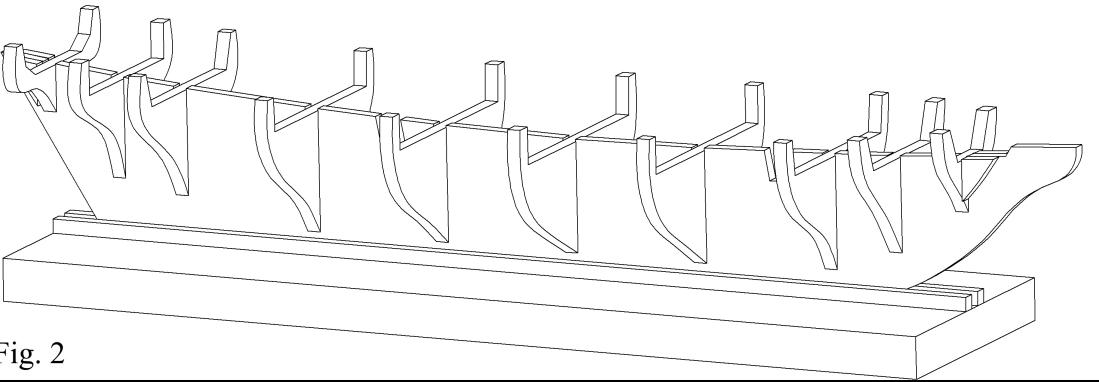
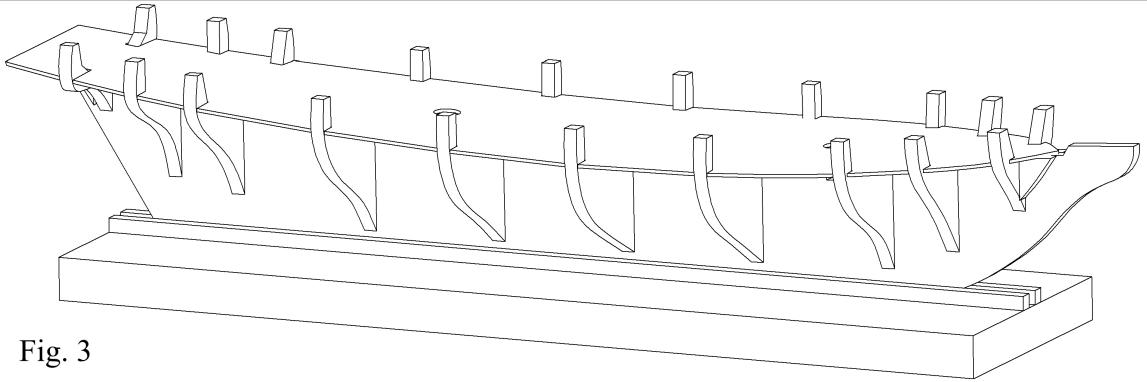

Fig. 2
Fig. 3
2) Montare SENZA INCOLLARE le ordinate 1 ...10 nei rispettivi incastri sulla chiglia 14 (fig. 2). Durante il montaggio a secco, assicurarsi che nessuna delle parti vada a forzare negli incastri: è pre-feribile che ci sia un leggero gioco. Porre, quindi, negli incastri la coperta #16. Contrallare l'allineamento della struttura osservandola di fianco. La coperta deve formare una linea curva senza ondulazioni mentre, vista di fronte, presenta una leggera curvatura convessa senza svergolature. Quando si è sicuri che, osservando la struttura da diverse angolazioni, tutte le linee hanno un andamento corretto, smontare completamente e ricominciare il montaggio incollando tutte le parti dall'1 al 10, seguendo l'ordine numerico. Incollare quindi la coperta #16 (fig. 3). Davanti alla ordinata #1 incollare sulla chiglia il riempimento di prua #11.
2) Monter, sans coller, les couples 1 ...10 dans les emboîtements respectifs sur la quille 15 (fig.2). Pendant le montage à sec, s'assurer qu'aucune des parties ne force dans les emboîtements respectifs: il est préférable qu'il y ait un certain jeu. Contrôler l'alignement de la structure: l'observant de côté, le pont doit former une ligne courbe sans ondulations tandis que, vu de front, il présente une légère courbure convexe, sans défauts. Quand on est sûrs que, observant la structure de différents côtés, toutes les lignes ont une allure correcte, démonter complètement et recommencer le montage collant toutes les parties du n.1 au n.10 suivant l'ordre numérique. Donc coller le pont #16 (fig.3). Devant la couple #1 coller sur la quille le remplissage d'avant #11.
2) Die Spanten 1..10. ohne Klebstoff, in die entsprechenden Einschnitte am Kiel 14 (Bild 2) einfügen. Bei dieser Trockenmontage darauf achten, daß die Teile nicht mit Druck in die Einschnitte gepaßt werden, sondern ein leichter Spielraum vorhanden bleibt. In der Folge das Deck #16 in die Einschnitte einfügen. Die Linienführung von der Seite aus kontrollieren. Das Deck muß eine gebogene Linie ohne Wellen bilden, während sich von vorne gesehen eine leicht konvexe, nicht verzogene Wölbung ergibt. Die Konstruktion aus verschiedenen Blickwinkeln betrachten und wenn die Linienführung stimmt, alles noch einmal auseinandernehmen und mit dem eigentlichen Zusammenbau beginnen. Die Teile 1 bis 10 in numerischer Reihenfolge kleben. Anschließend das Deck #16 (Bild 3) kleben. Die Bugfüllung #11 vor den Spant #1 auf den Kiel kleben.